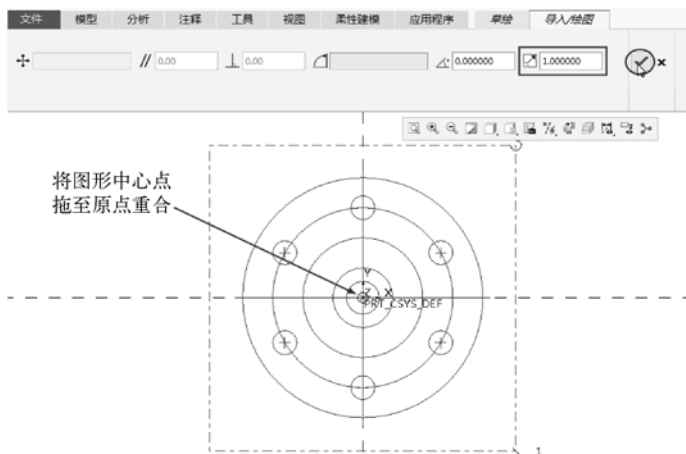

图 2-122 编辑图形位置和缩放比例
- 03** 在图形区中坐标系原点上单击以放置 AutoCAD 图形,然后在“导入/绘图”操控板中设置缩放比例为“1”,单击“确定”按钮,完成导入,如图 2-122 所示。